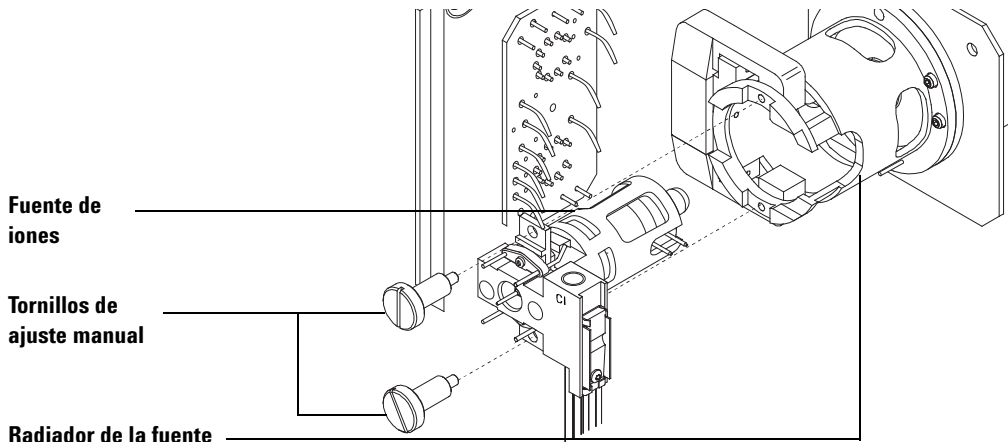

Figura 63 Instalación de la fuente CI
- 4 Coloque los tornillos de ajuste. (Consulte la Figura 63.)